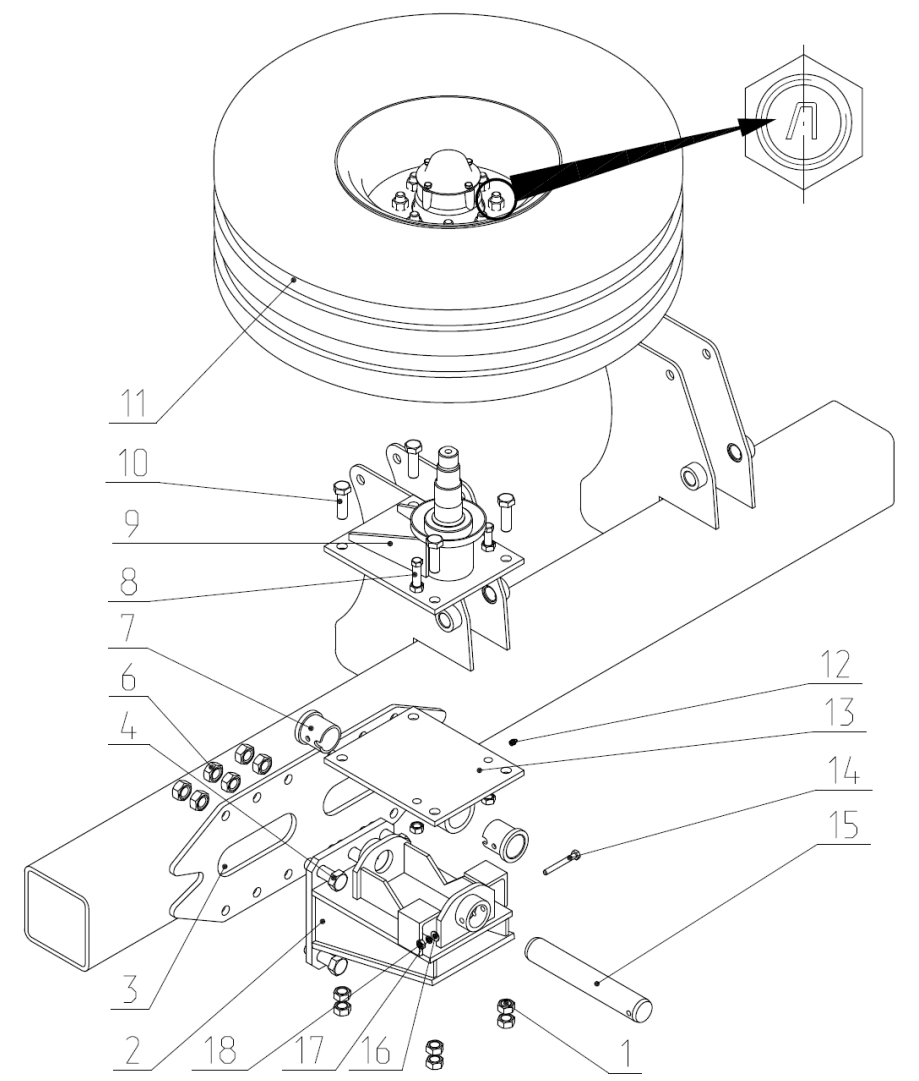

Рис.9 Установка колеса КБП12 03.050А
2.7 Транспортное колесо устанавливается на боковой балке с помощью кронштейна 2 (рис.9) и шарнира 13 для обеспечения возможности регулировки положения колеса при переводе культиватора в транспортное положение.